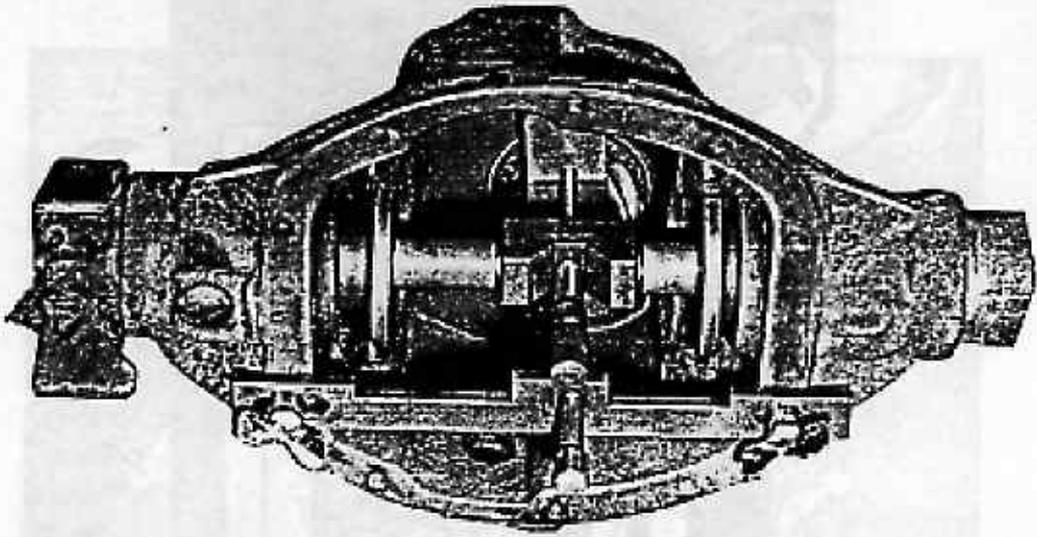

FIGURE 69. — Réglage du pignon dans le carter du différentiel avec la jauge 41-G-176
7) Carter de fusée et fusée (fig. 69).
I. — *Réglage de l'ensemble différentiel (fig. 69).*